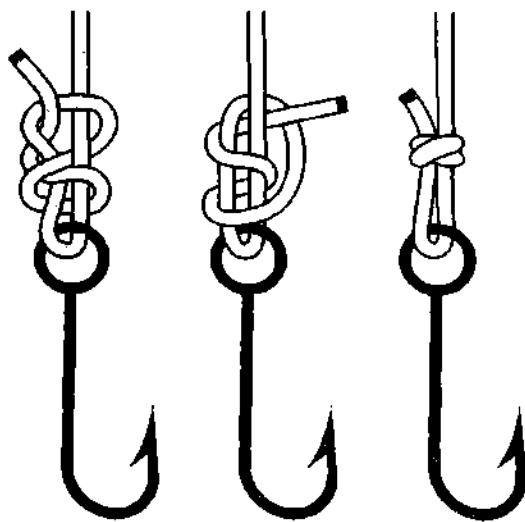

Рис. 719. Затягивающийся узел.
**Затягивающийся узел** – это **браконьерский узел** (**скользящий двойной простой узел**), завязанный на крючке (рис. 719). **Затягивающийся узел** надёжный и очень прочный узел, он отлично держит на любых типах лесок. Чтобы удобнее было вязать узел, шлаги вокруг лески необходимо делать побольше. Расход лески несколько увеличится, зато узел будет завязан правильно и быстро.